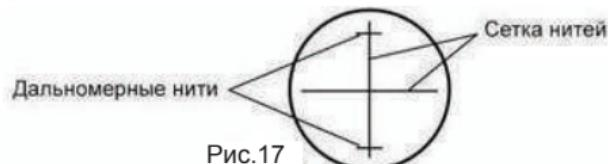

Рис.17
1) Наведитесь на рейку и посчитайте количество сантиметровых делений  $\varnothing$  между двумя дальномерными нитями (Рис.17).